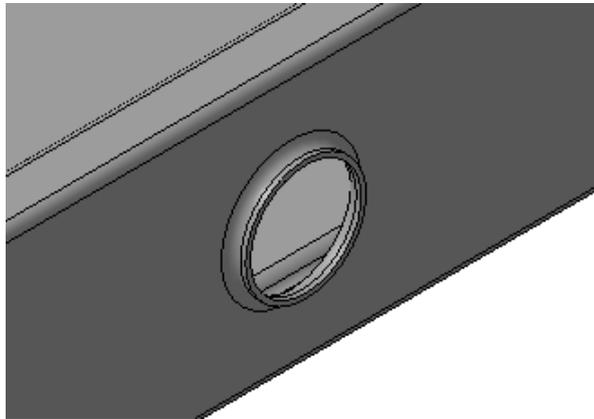

Рисунок 63.
- Нажмите кнопку Создать объект  (рис. 63).